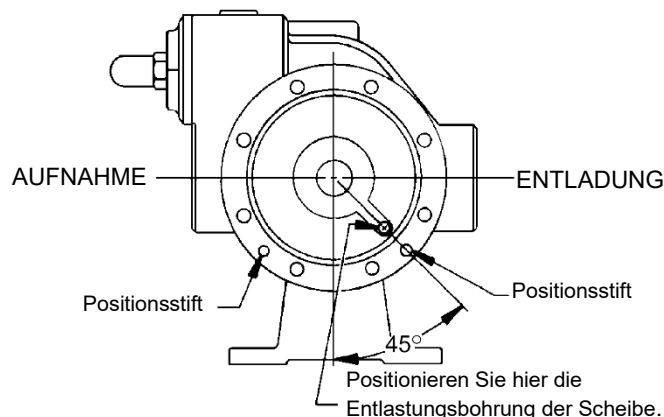

Abbildung 6 – Standort des Scheibenentlastungslochs
1. Richten Sie die Liner-Keyway mit der Stellschraube (74) aus, die in das Pumpengehäuse (12) hinabragt, und starten Sie den Liner (41) in das Gehäuse. Das Wort "INTAKE", das auf dem Liner gegossen wird, muss zum Ansaugkanal des Pumpengehäuses zeigen. Man klopft gleichmäßig mit einem Gummihammer auf die Außenkante des Innenfutters, um ihn vollständig in das Gehäuse einzuführen.
2. Platzieren Sie die Scheibe (71) gegen den Innenverschluss (41), wobei die Dichtungshöhle nach außen und das Scheibenentlastungsloch wie in Abbildung 6 dargestellt ist.
3. Ohne den O-Ring (72) oder mechanische Abdichtungskomponenten einzubauen, befestigen Sie vorübergehend den Außenbordkopf (20) und das Lager (24) am Gehäuse (12). Zwei Kopfschrauben (21) montieren und von Hand anziehen, 180 Grad auseinander. Dieser Kopf wird verwendet, um den Rotor und die Welle (13) zu halten und auszurichten, während die Innenseite der Pumpe zusammengesetzt wird.
- b. Wenn die Pumpe mit dem Vierflügelrotor und der Welle (13A) ausgestattet ist, halten Sie die beiden unteren Schaufeln (14) beim Einsetzen der beiden Stoßstangen (77) an Ort und Stelle.
- c. Nachdem die unteren Schaufeln (14) (und Stoßstangen, (77) falls vorhanden) montiert sind, wird vorsichtig das nicht angetriebene Ende des Rotors und der Welle in das Gehäuse eingesetzt (12).
- d. Installieren Sie alle verbleibenden Schaufeln (14) in den oberen Positionen des Rotors.
6. Installieren Sie die Scheibe (71) auf der Innenseite der Pumpe, wobei die Dichtungskammer nach außen zeigt und das Entlastungsloch der Scheibe wie in Abbildung 6 dargestellt ist.
7. Setzen Sie einen neuen O-Kopfring (72) in die Nut zwischen der Scheibe (71) und dem Gehäuse (12) ein.